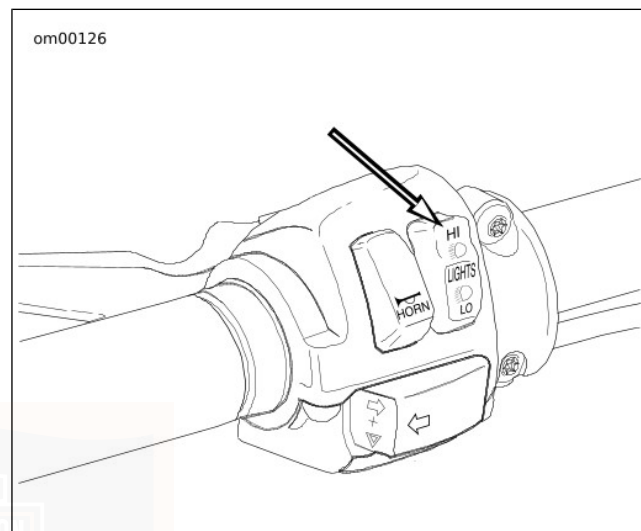

Figura 45. Commutatore del faro anteriore su “abbagliante”
7. Vedere la Figura 45. Portare il commutatore di accensione su ACCESO. Portare il commutatore del faro anteriore sul manubrio su HI (luce abbagliante).